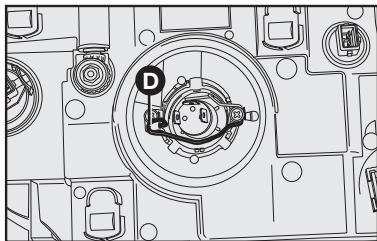

fig. 16
- 3) Empurrar para frente e depois apertar para baixo a presilha **D-fig. 16**, abrindo-a lateralmente.
- 5) Posicionar a nova lâmpada em seu alojamento, reenganchar a presilha de fixação **D-fig. 16**.